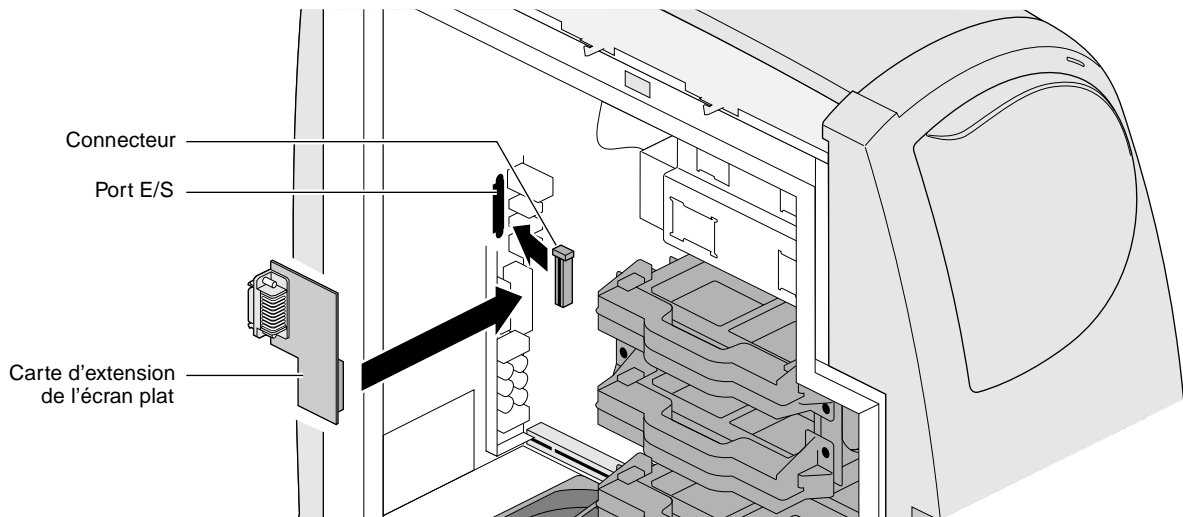

Figure 5-9 Insertion de la carte d'extension de l'écran plat
8. À l'intérieur du châssis, repérez le connecteur de la carte d'extension de l'écran plat, situé au-dessous de la prise d'alimentation (voir Figure 5-9).